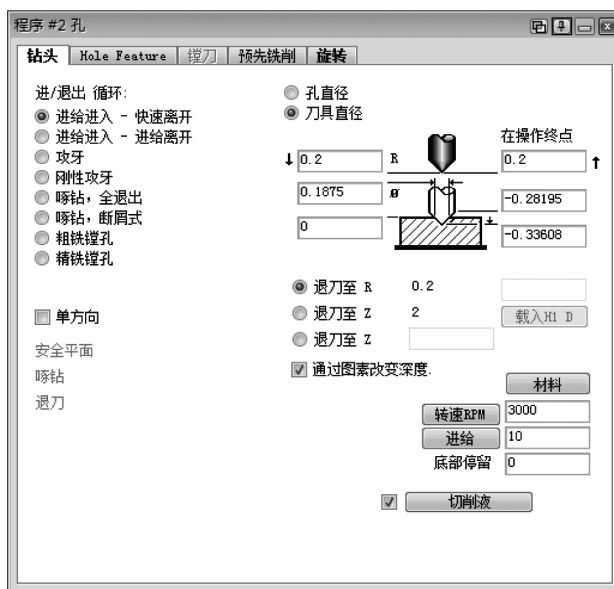

图 2-54 孔工艺参数#2
8) 使用刀具 #2 生成孔工艺参数#2，如图 2-54 所示。